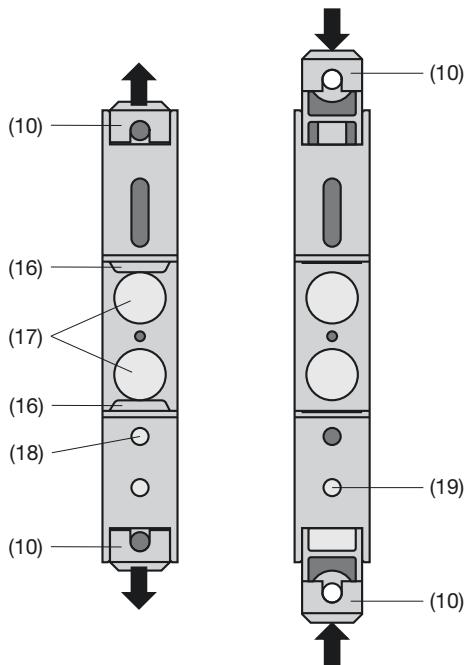

Bild 8. Gerätetisch.
Sodann die Befestigungslaschen (10) des Messumformers herausziehen (Bild 8, links). Dabei die Entriegelung (18) in den Geräteboden drücken.
Sollen die Befestigungslaschen wieder zurückgeschoben werden, dann muss man die Entriegelung (19) und die Befestigungslaschen (10) gleichzeitig in den Geräteboden drücken (siehe Bild 8, rechts).